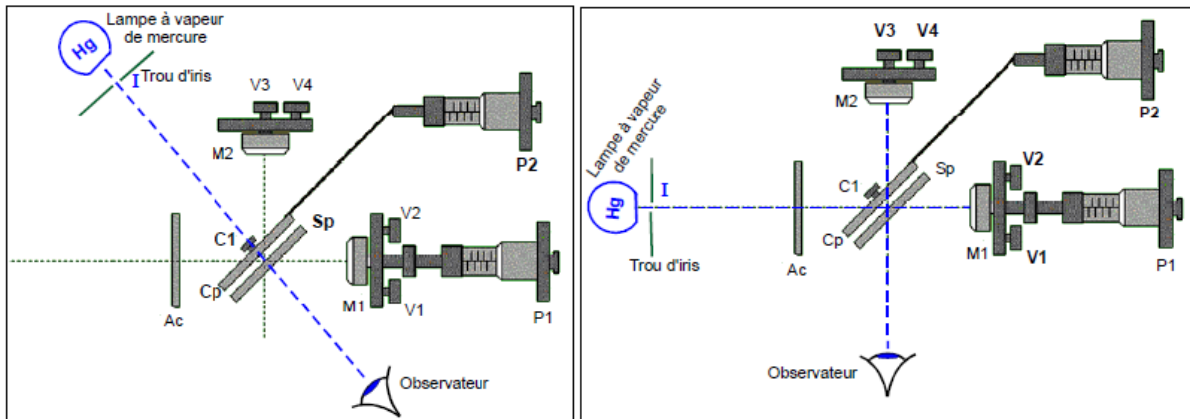

Figure 2 : (a) Réglage de la compensatrice
- Figure 2(a) : Le trou d'un diaphragme à iris éclairé par une lampe à vapeur de mercure sert de source. La lumière traverse Cp et Sp en incidence normale. En regardant l'iris à travers Sp, on voit deux images qu'il faut faire coïncider en agissant sur P2 (déplacement horizontal de l'image) puis sur C1 (déplacement vertical de l'image). Si on a du mal à distinguer l'image à déplacer, on peut agir sur la tige reliant P2 à Cp et observer quelle image bouge : c'est sur celle là qu'il faut agir.
- Figure 2(b) : on place l'iris et la lampe à mercure sur l'axe du miroir M1. En regardant M2 à travers Sp, on observe plusieurs images de l'iris. Il faut les faire coïncider en agissant sur les vis V1 et V2. **M1 et M2 sont alors orthogonaux.**